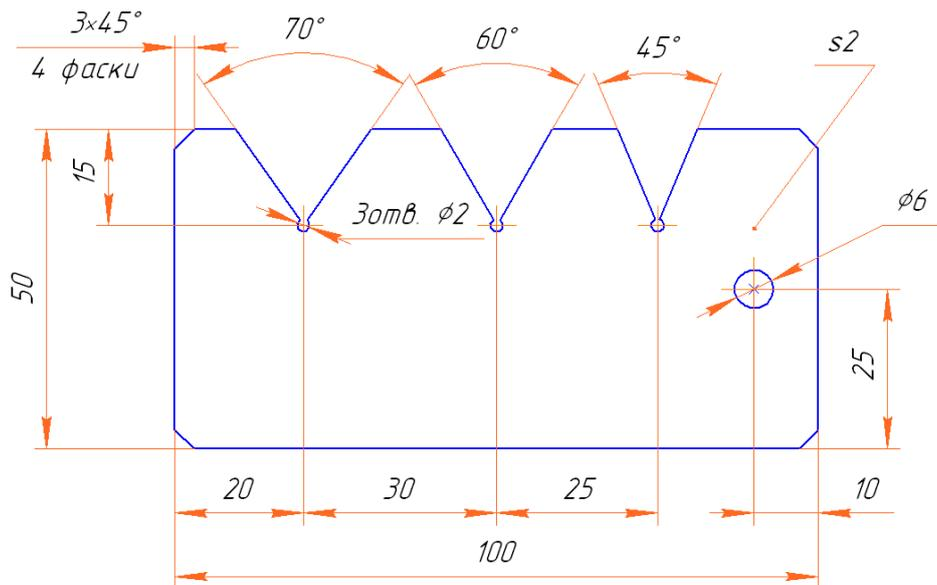
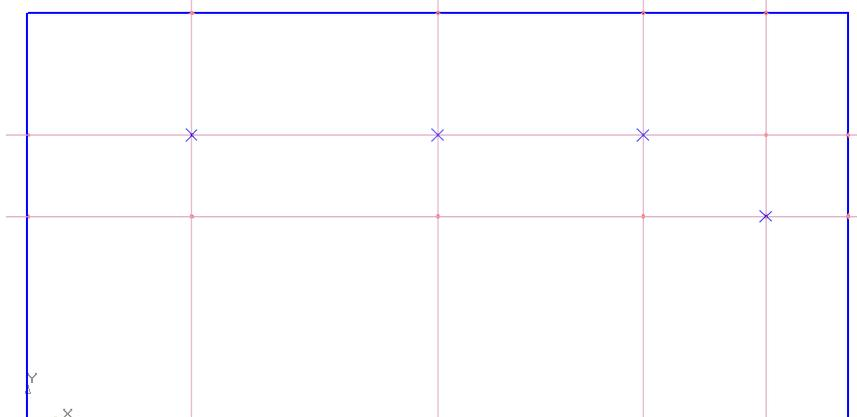

Рис. 21.1. Чертеж плоской детали Шаблон.
Рис. 21.4.
Выполним чертеж детали-шаблона для контроля углов (рис. 21.1).
3.1. Разметьте центры отверстий путем проведения нескольких параллельных прямых (рис. 21.4). Команда должна выполняться с постановкой точек пересечений. Необходимые размеры возьмите на рис. 21.1.
После выполнения задания ваш чертеж будет иметь вид, показанный на рис. 21.4.